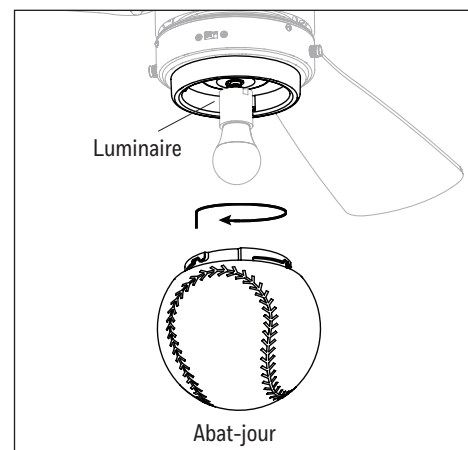

Figure 5.9
- Fixez l'abat-jour au luminaire en tournant l'abat-jour dans le sens des aiguilles d'une montre jusqu'à ce qu'il soit fermement fixé au luminaire. **MISE EN GARDE :** Évitez de déformer le filetage en installant l'abat-jour. Si l'abat-jour fait l'objet d'une installation inadéquate, il pourrait être difficile à retirer ou même tomber, au risque de causer des blessures graves (Figure 5.9).